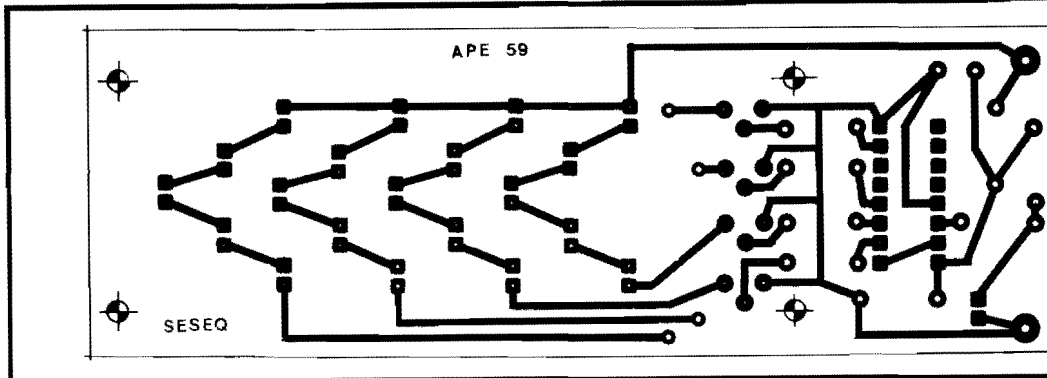

Fig.2
- FIG. 2 - LAY OUT DO CIRCUITO IMPRESSO ESPECÍFICO - Como o próprio *display* do SESEQ foi *leiautado* sobre a placa de Circuito Impresso que acondiciona os demais componentes, esta resultou numa forma retangular alongada, pelos motivos estéticos e práticos que se verificarão a seguir... De qualquer modo, o conjunto de ilhas e pistas (marcados em negro, na figura, que está em escala 1:1 - tamanho natural...) não é complicado, podendo ser facilmente copiado pelo Leitor/Hobbysta e realizado por quaisquer dos convencionais métodos de traçagem... Enfatizamos a necessidade de se respeitar rigorosamente tamanhos, posições e ar-